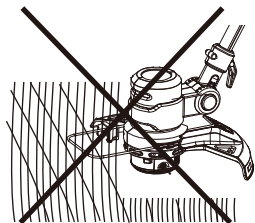
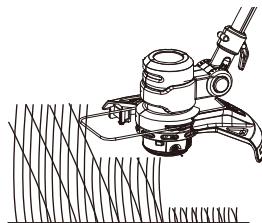

Fig. 16
Fig. 17
7. Assegure que o dispositivo de corte permanece limpo e livre de restos de material que possam causar encravamento. Verifique regularmente. Solte o interruptor para ligar/desligar (2) e desconecte o produto da fonte de alimentação antes de verificar.
8. Apare a relva mais comprida por etapas; não corte a relva comprida com um só corte (Fig. 16). Para melhores resultados, corte a relva mais comprida por etapas (Fig. 17).